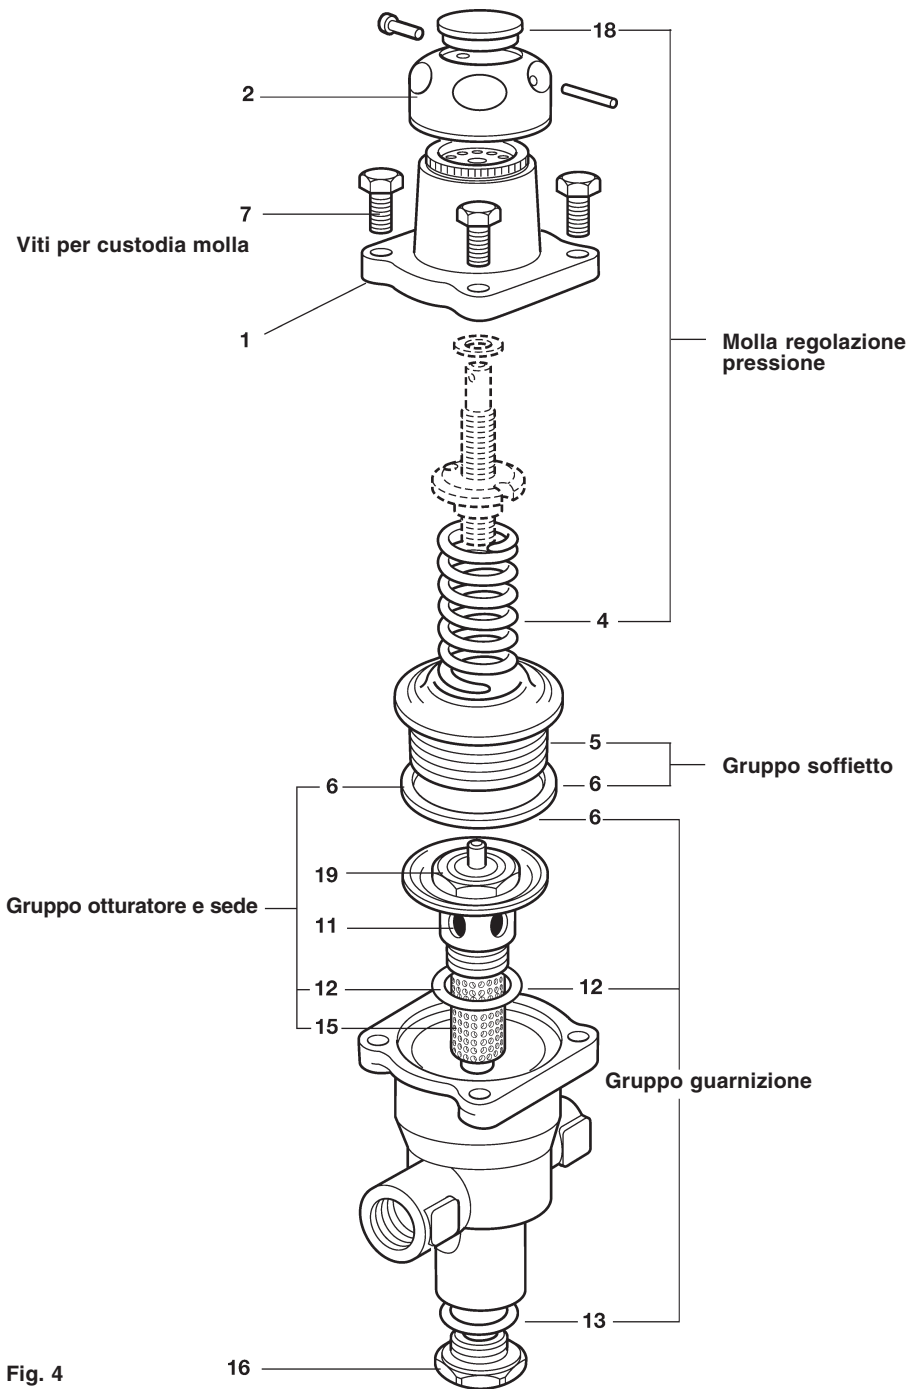

Fig. 4
Prima di iniziare qualsiasi operazione sulla valvola, assicurarsi che sia intercettata e depressurizzata. Per visualizzare le parti componenti e di ricambio fare riferimento alla fig.4. L'otturatore e la sede della valvola devono essere mantenuti puliti. Qualsiasi filtro installato a monte del riduttore SRV2S e l'elemento filtrante (15), installato all'interno del riduttore SRV2S, devono essere regolarmente puliti in modo da non ostacolare il flusso verso la valvola. L'elemento filtrante interno fa parte del gruppo valvola; vedere il capitolo “5. Ricambi”. Questo può essere estratto smontando la custodia (1) della molla, il gruppo soffierto e svitando il gruppo valvola utilizzando una chiave da 32 mm.
- I. Scaricare la pressione della molla di regolazione ruotando completamente la manopola (2) di regolazione in senso antiorario;
- II. Togliere la custodia della molla svitando i 4 bulloni (7) ed usando una chiave fissa da 13 mm;
- III. Sollevare il gruppo soffierto (5) e la guarnizione (6);
- IV. Utilizzando una chiave fissa da 32 mm, svitare la sede (11) e rimuovere il gruppo comprendente la molla di ritorno, il lamierino filtrante, l'asta e la bussola di guida.
- V. Pulire il lamierino filtrante (15) o, se necessario, sostituire l'intero gruppo otturatore /sede. **Nota:** il gruppo otturatore / sede comprende anche l'elemento filtrante.
- VII. Serrare la sede (11) applicando una coppia pari a 162 - 198 N m ;
- VIII. Serrare i bulloni (7) della custodia della molla con una coppia pari a 18 - 24 N m .